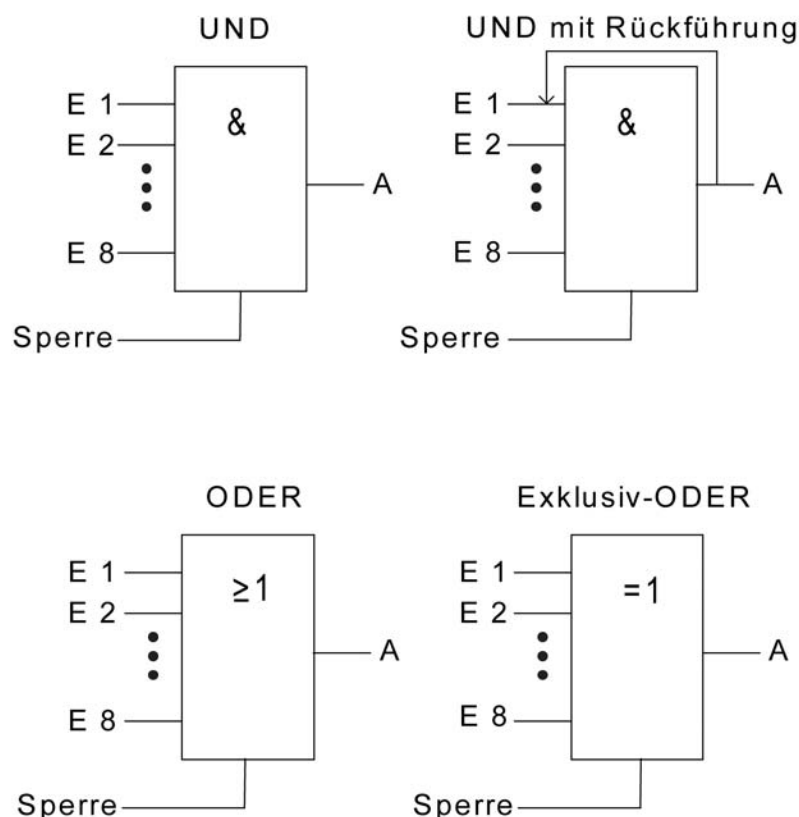

Bild 28: Verknüpfungsfunktionen
Ein Logikgatter besteht aus bis zu acht 1 Bit Eingangsobjekten (E1...E8), die durch Rechtsmausklick hinzugefügt werden können, einem 1 Bit Ausgangsobjekt (A) und einem optionalen Sperrobject. Für jedes Logikgatter kann durch den Parameter "Art der Verknüpfung" eine der logischen Funktionen UND, ODER, Exklusiv-ODER oder UND mit Rückführung ausgewählt werden, die anschließend auch in der Baumstruktur dargestellt wird (Bild 28). Jeder Eingang und der Ausgang kann zusätzlich normal oder invertiert ausgewertet werden.